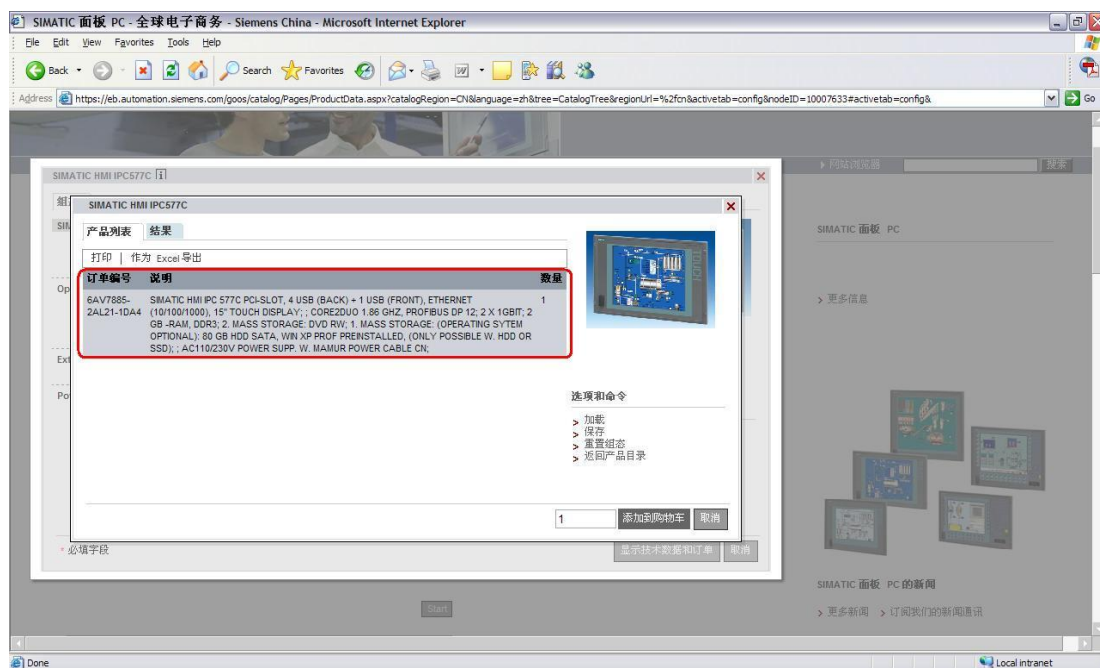

图 8
(C) 选择“显示技术数据和定单”，即可生成订货号和产品说明，如图 8 所示。